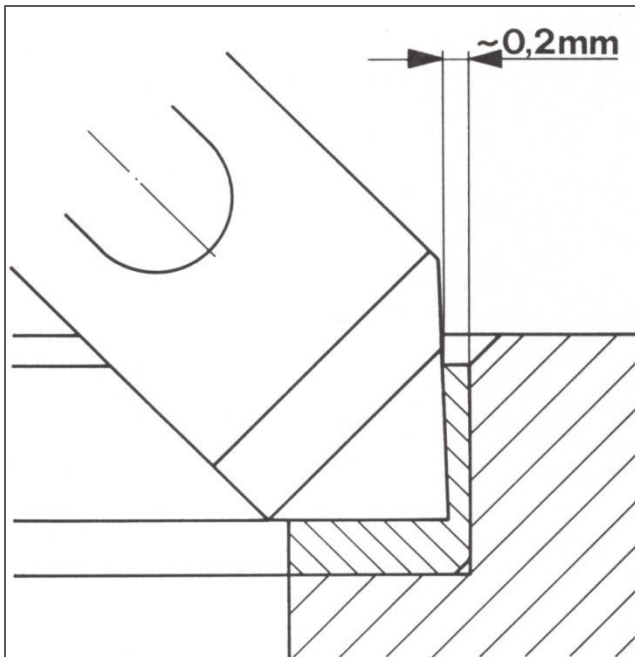

Fig. 32
3. Der alte Ventilsitzring kann schnell und mit einer einfachen Bearbeitung entfernt werden. Der Formstahl wird so eingestellt, das eine 0.2mm Wandung übrig bleibt, die problemlos von Hand entfernt werden kann. Fig. 32